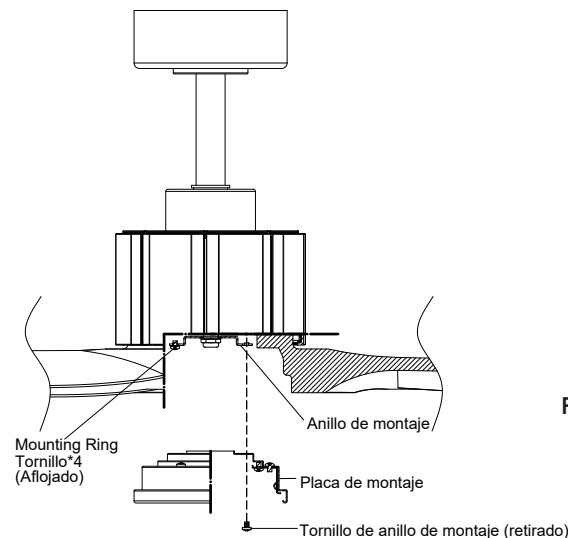

Fig. 14
Paso 2. Coloca los agujeros de las llaves en la placa de montaje sobre los 3 tornillos del anillo de montaje que se aflojaron en el anillo de montaje, y gira la placa de montaje (en sentido horario) hasta que se bloquee contra los tornillos del anillo de montaje en las secciones estrechas de las cerraduras. (**Fig. 14**)
Reinstala el cuarto tornillo de anillo de montaje que se había retirado antes y aprieta los 4 tornillos de anillo de montaje para asegurarlos. (**Fig. 14**)